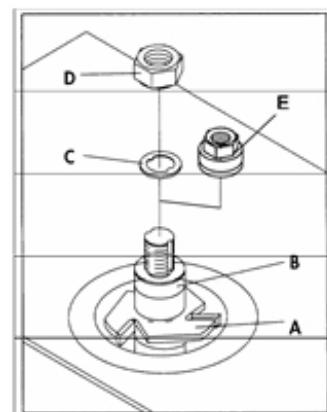

Рис. 3.22
- Установите фрезерный инструмент (A) и прижимные кольца (B) на шпиндель, как показано на Рис. 3.22.
- Установите стопорное кольцо (C) и закрутите гайку (D), используя прилагаемый ключ, и выключите блокировку шпинделя. Или затяните стопорную гайку/шайбу (E), используя прилагаемый ключ, и выключите блокировку шпинделя.
«ПРЕДУПРЕЖДЕНИЕ» Всегда помещайте стопорную шайбу (C) Рис. 3.22 на шпиндель перед закручиванием гайки (D). Стопорная шайба (C) предотвращает ослабление гайки (D) при вращении шпинделя против часовой стрелки.